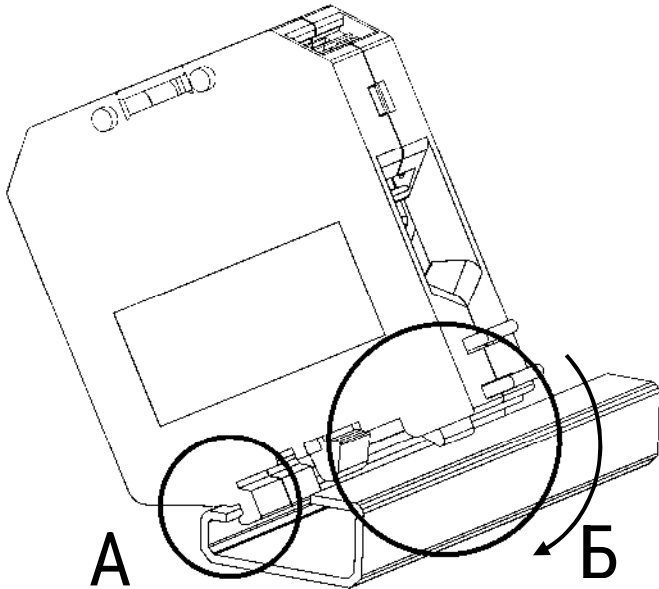
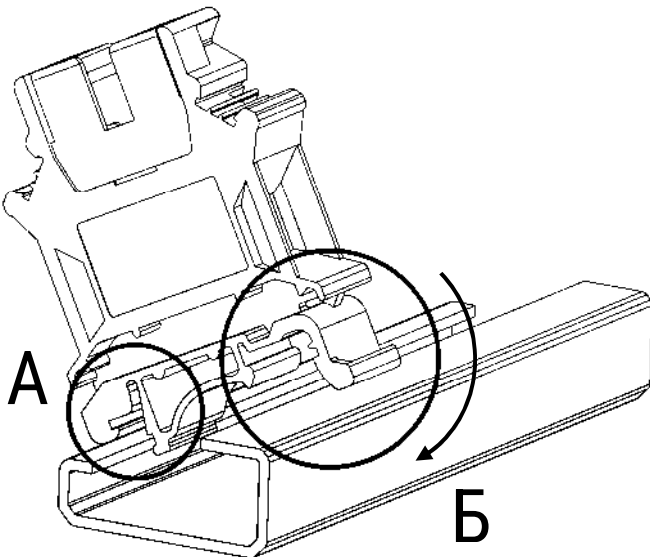

Рисунок 19 – установка клеммы на монтажную рейку типа G 32
Рисунок 21 – установка клеммы на монтажную рейку типа G 32
- Заведите клеммы со специальными ножками в зацепление с монтажной рейкой (рис. 19, положение «А»; рис. 21, положение «А»);
- Защёлкиванием закрепите клемму на монтажной рейке (рис.19, положение «Б»; рис. 21, положение «Б»).